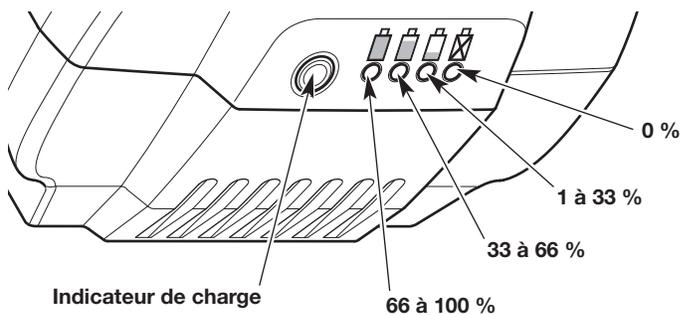

Fig. 11
- Appuyez sur le bouton indicateur de charge de la batterie (Fig. 11).
- Au moins un des témoins de l'indicateur d'intensité de chargement doit s'allumer (Fig. 11). Le nombre et la couleur des témoins indiquent le niveau actuel de charge de la batterie :